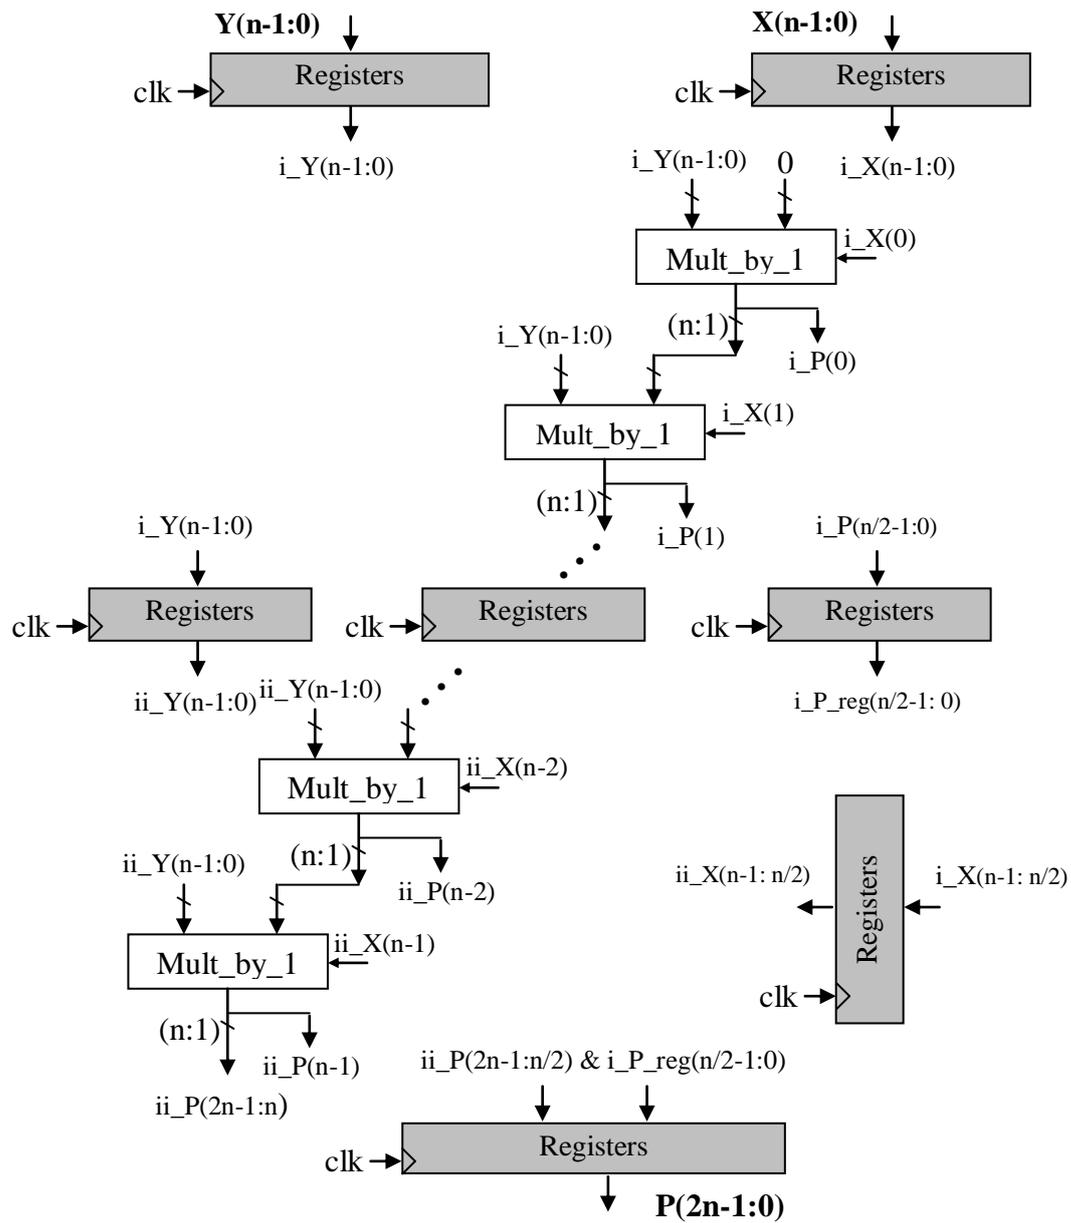

Figura 5. Multiplicador segmentado en una etapa.
En este ejercicio se realiza una segmentación del multiplicador aplicando una cadena de flip-flops en mitad de la ruta de datos (ver Figura 5 más abajo). Esto aumenta la latencia (retardo entrada/salida) pero produce mejoras muy significativas en la velocidad de reloj soportada.
1. Segmentar el multiplicador anterior con una etapa de pipeline, tal como se muestra en la Figura 5, e implementarlo. Se recomienda utilizar en el VHDL la misma nomenclatura que en la Figura 5.